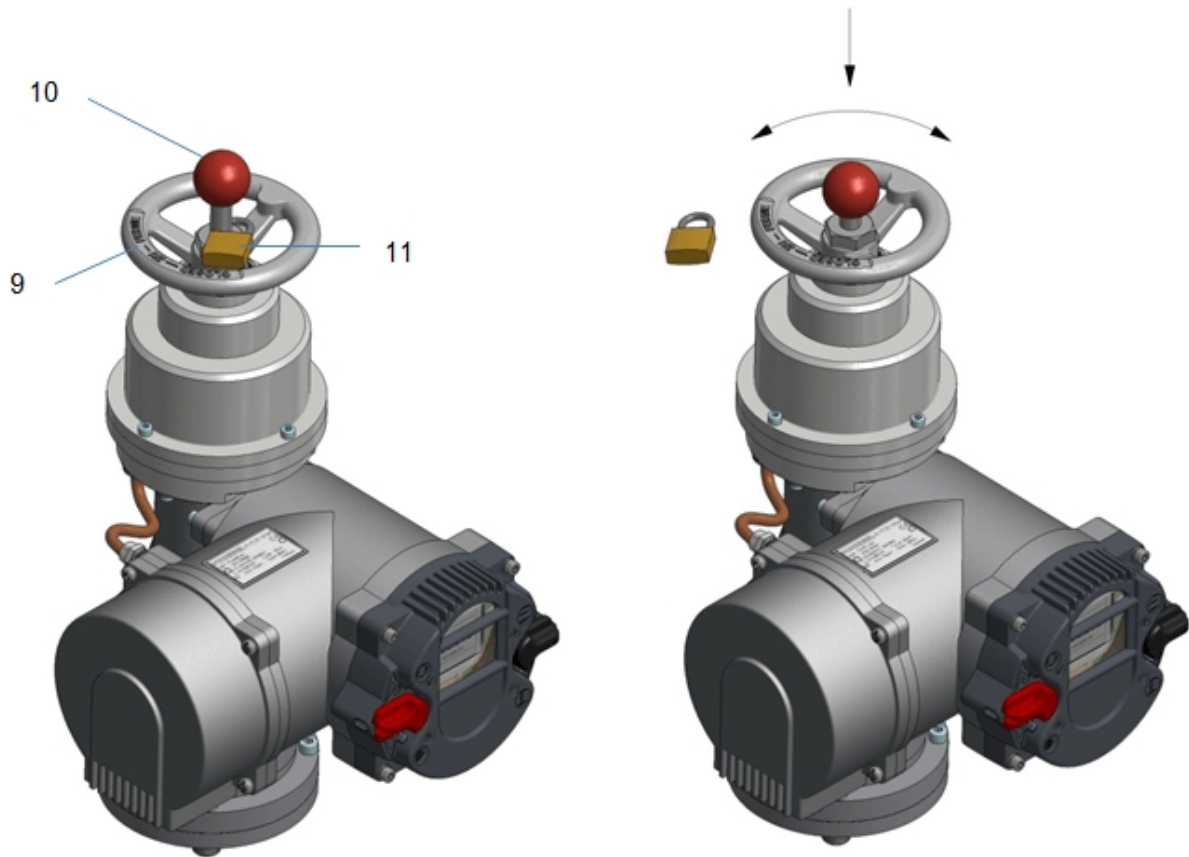

Рисунок 4: 9. . . Маховик, 10. . . шток перемикання передач, 11. . . навісний замок
ПРИМІТКА: При активації ручного приводу електрична функція приводу відключається. У звичайному режимі роботи маховик (позиція (9) на рис. 4, стор. 16) не має ніякого ефекту, він просто обертається вхолосту.